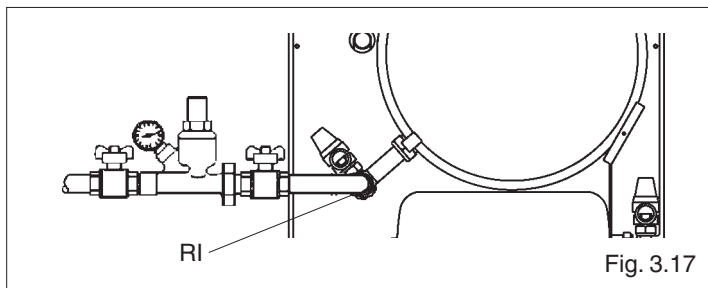

Fig. 3.17
- cerrar todos los dispositivos de la instalación del agua (fig. 3.17).